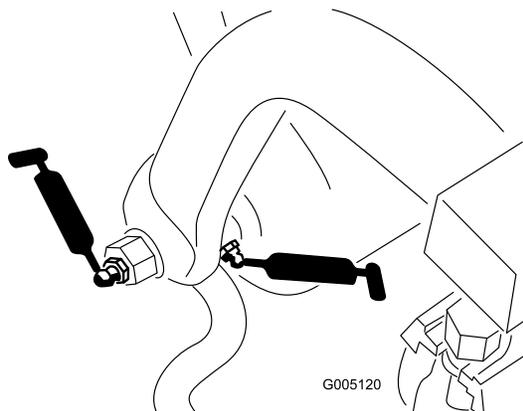

Figure 31
- Axe et rouleau de cadre de traction (12) (Figure 31)